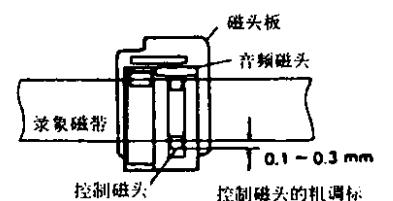
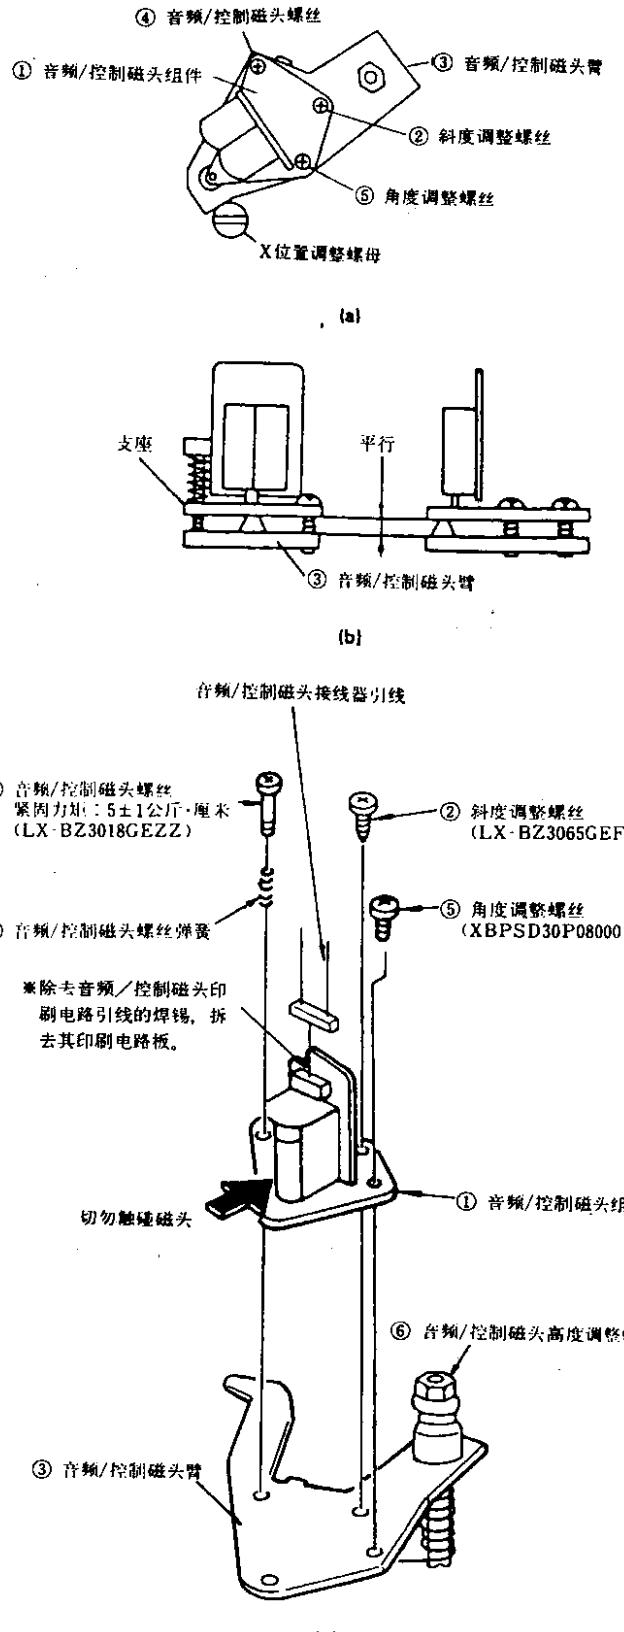

图1-16
图1-17
拆卸更换后，必须对磁带是否圆滑无阻碍走行进行检查。拆装过程中，无论是什么情况，都不得用手或其他物触碰磁头(在图1-17中由“→”所指)。
### ●磁头的更换(图1-16和图1-17)
- 装入校正用录像磁带，用专用工具调节音频/控制磁头的六角调整螺母，通过目测，让磁带达到下图(图1-16)所示位置，从而完成对磁头高度的粗调。